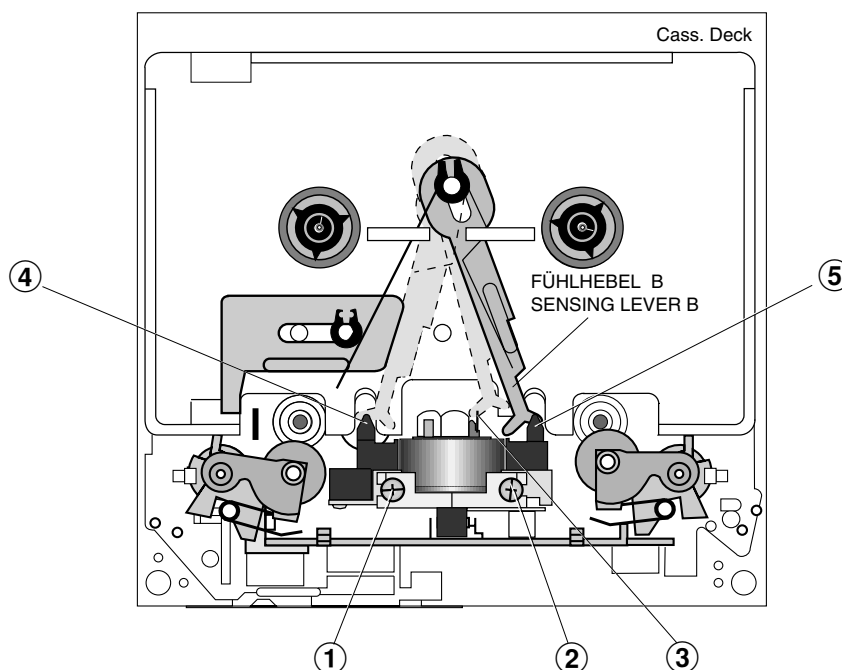

Fig. 2
- Die Kopfeinstellschrauben ① und ② (Fig. 2) dienen zur Kopfspaltsenkrechtheitstellung (Azimut), siehe Seite 2-3.
- The head adjustment screws ① and ② (Fig. 2) are used for setting the head gap angle (azimuth), see page 2-8.